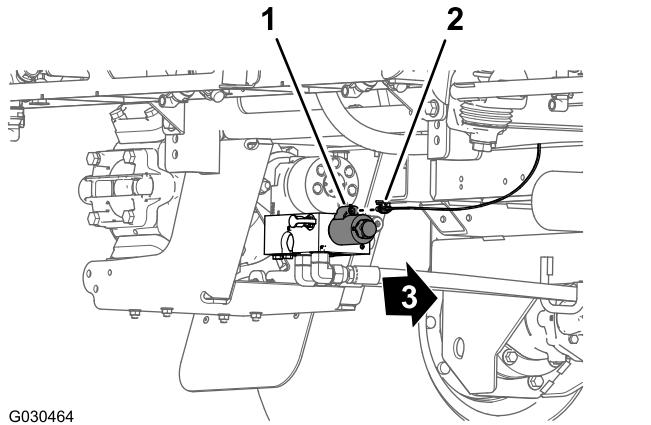

Рисунок 107
1. В задней части машины, во внутренней зоне насоса опрыскивателя подсоедините 2-гнездовой разъем с маркировкой **Spray Pump Solenoid** (Электромагнит насоса опрыскивателя) ответвления жгута проводов длиной 86 см к 2-штыревому разъему реле насоса (Рисунок 107).